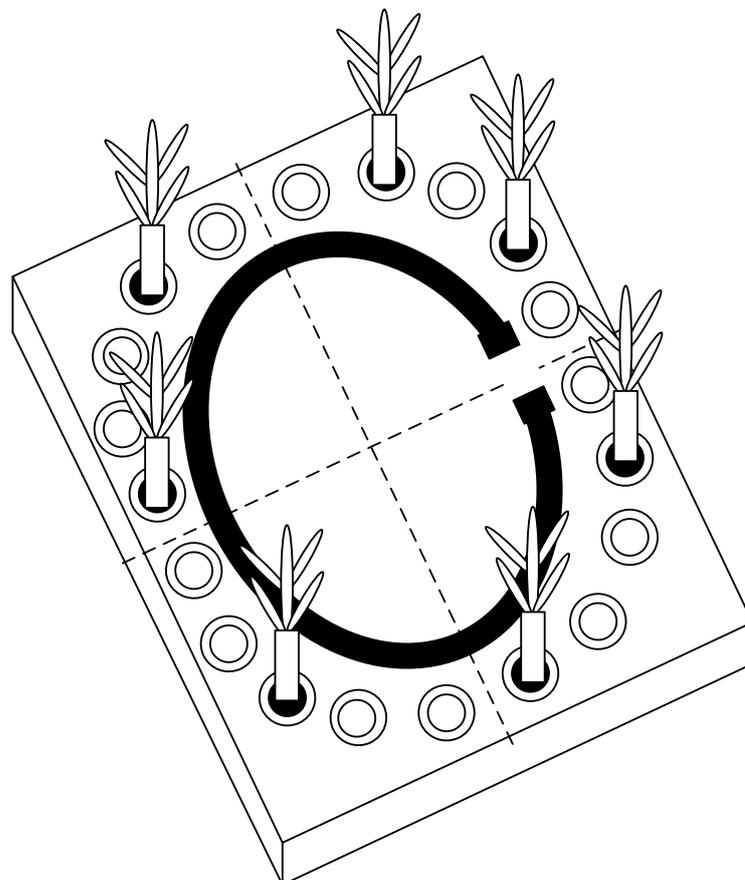

图 7 植物布置示意图
1、参赛选手根据抽签决定比赛顺序。在比赛现场抽签，决定植物在地板的安放位置（提供 10 种布置，选手随机抽取），如图 7 所示。工作人员安放植物。参赛选手在指定区域放置好机器人，机器人整体在起始线后。